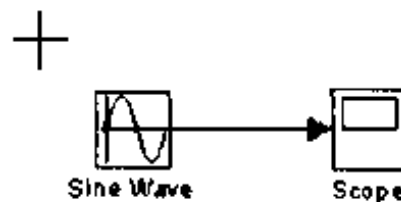

图 3.5 选择多个对象的步骤 1
(1) 将鼠标箭头放在方形框的一角以确定其开始角,然后按下鼠标键不放,参见图 3.5,注意光标的形状。